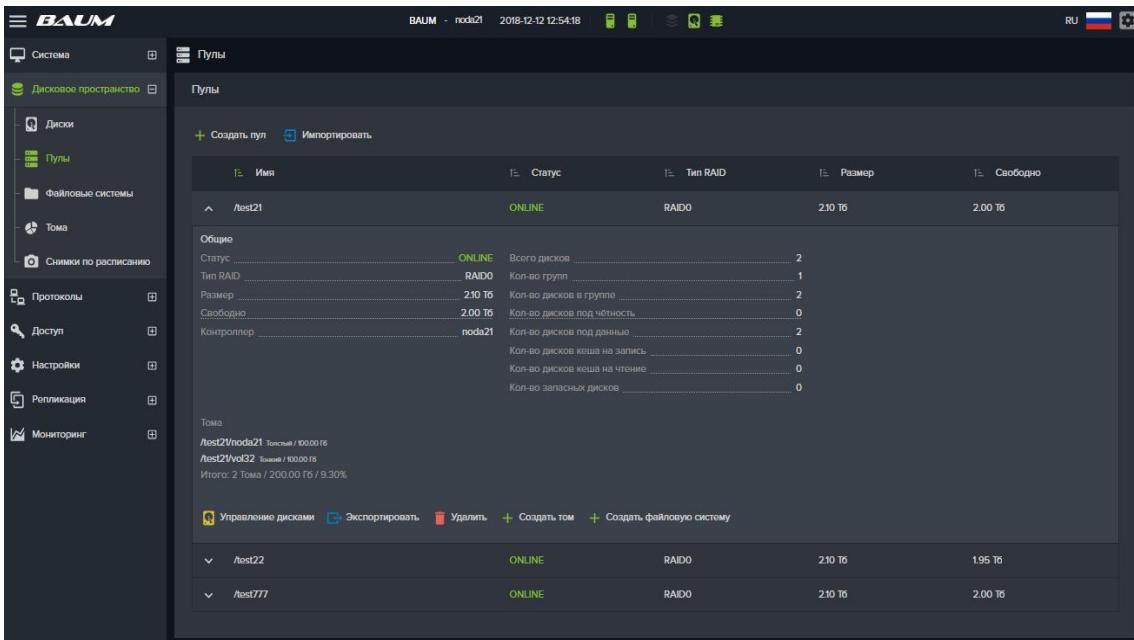

Рисунок 135. Просмотр информации о массиве
- Перейдите на вкладку «**Дисковое пространство**» → «**Пулы**» (см. Рисунок 135). В окне «Пулы» отображен список пулов. Разверните панель свойств одного из пулов для просмотра подробной информации. В результате отобразится подробная информация о выбранном массиве: Статус, Тип, Размер, Свободное место, Контроллер владелец, Всего дисков, Кол-во дисков в RAID группе, Кол-во дисков под чётность, Кол-во дисков под данные, Файловые системы, Тома;